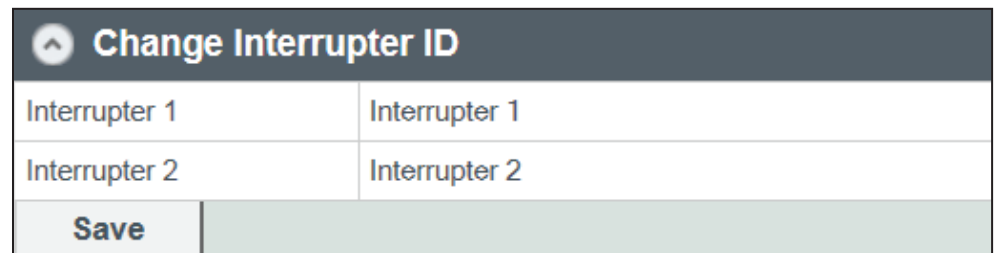

Figura 16. El menú Cambiar la ID del Interruptor.
PASO 1. Seleccione el campo del interruptor apropiado y escriba el nombre deseado. Vea la Figura 16. Los nombres del interruptor pueden ser de hasta 16 caracteres excluyendo los caracteres especiales como %, &, #, \$, y :. Este nombre se propagará a través de los ajustes **Overcurrent Control (Control de Sobrecorriente)** y cambiará el nombre en el menú **Selection (Selección)**, los registros de Evento, la pantalla *Trip test (Prueba de disparo)* y la pantalla *Status (Estado)*.